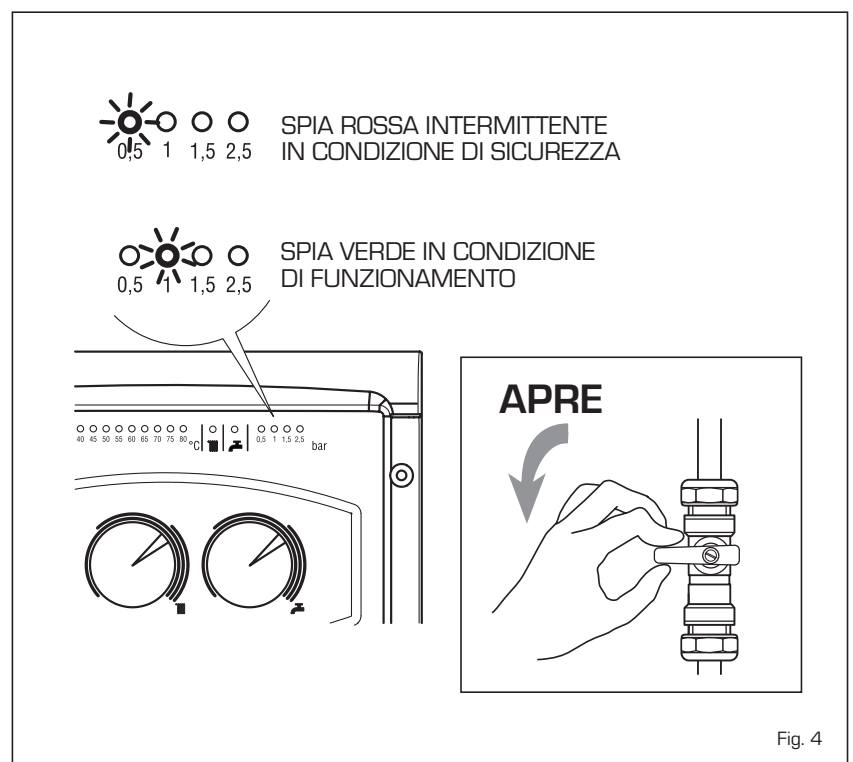

Fig. 4
**- Insufficiente pressione acqua** (fig. 4)